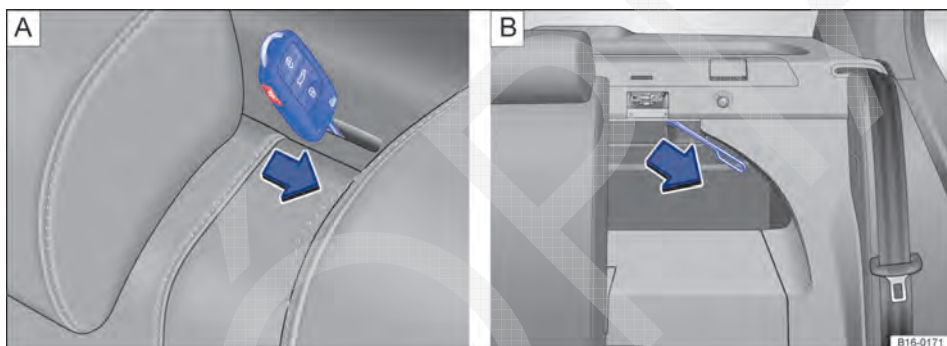

Fig. 199 Atrás do encosto do banco traseiro: destravamento de emergência do encosto do banco traseiro (variante 1) e (variante 2).
- Introduzir a chave do veículo para destravar o encosto do banco traseiro na fenda do porta-objetos atrás do encosto do banco traseiro ⇒ **Fig. 199 A** e pressionar no sentido da seta.
- Em *veículos híbridos*, puxar a alça ⇒ **Fig. 199 B** no sentido da seta e rebater a segunda parte do encosto do banco traseiro para frente.